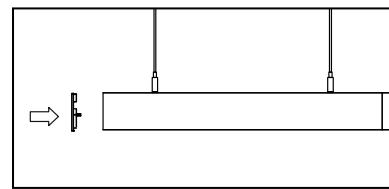

Рис. 4
- 5.14 **Внимание!** Необходимо убедиться, что установлены торцевые заглушки (рис. 4) в начале и в конце магистральной линии (на последнем светильнике в линии необходимо снять соединитель).